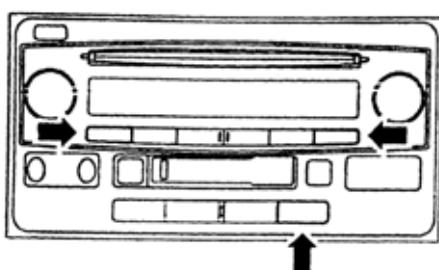

图 9-157
- (1) 关闭音响系统，并把点火开关转到 ACC 位置，在按下开关“1”和“6”的同时按“DISC”按钮 3 次，如图 9-157 所示。